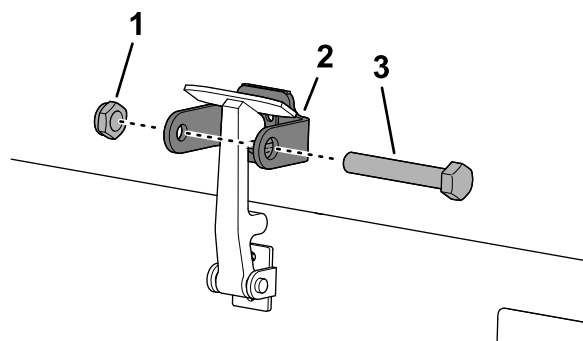

**Bild 36**
7. Haken Sie den Riegel in die Halterung des Motorhaubenriegels ein (Bild 36).